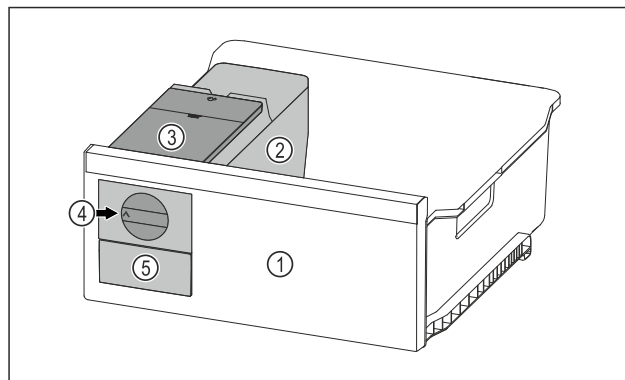

Fig. 125 Reprezentare exemplificatoare
- Rotiți butonul rotativ Fig. 125 (4) în sens orar până la opritor.
- ▷ Cuburi de gheață cad din tava pentru cuburi de gheață în sertarul pentru cuburi de gheață Fig. 125 (5).